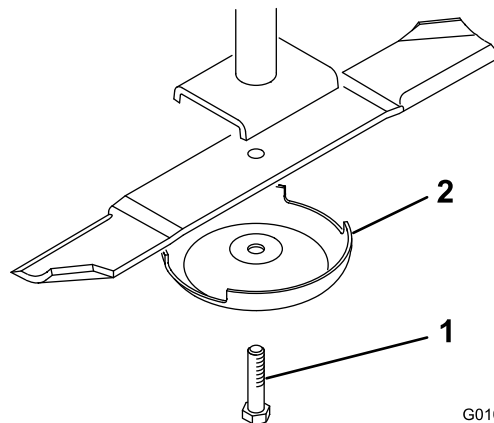

図 21
2. ぼろきれや厚いパッドの入った手袋を使ってブレードの端部をしっかりと握る。スピンドルのシャフトからブレードボルト、芝削り防止カップ、ブレードを取り外す（図 21）。